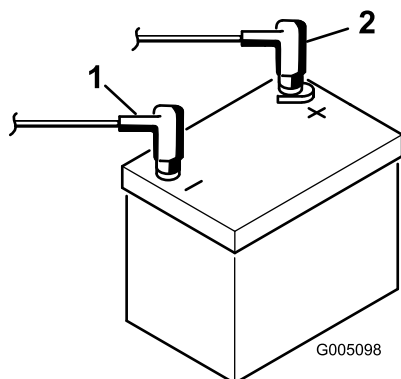

Figure 8
2. Branchez le câble de batterie positif (rouge) entre le solénoïde de démarreur et la borne positive (+) de la batterie (Figure 8). Serrez-le avec une clé et enduisez la borne de vaseline. Vérifiez que le siège ne touche pas le câble quand il est reculé au maximum, car il risquerait de l'user ou de l'endommager.